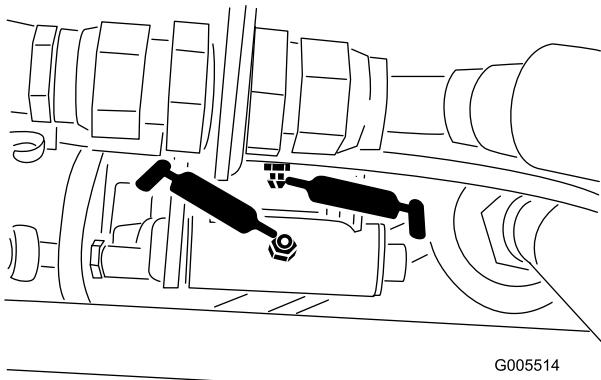
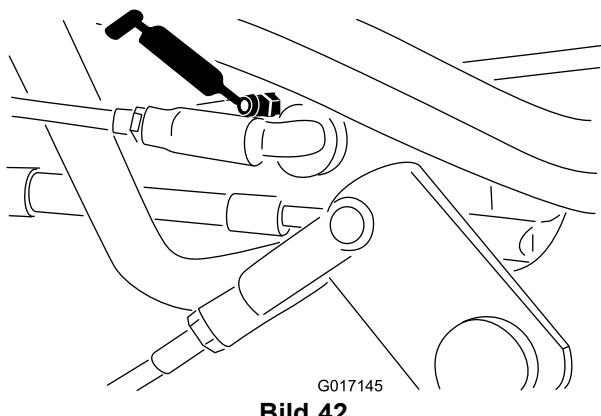

Bild 41
Bild 42
- Geschwindigkeitschalthebel (Bild 41 und Bild 42).